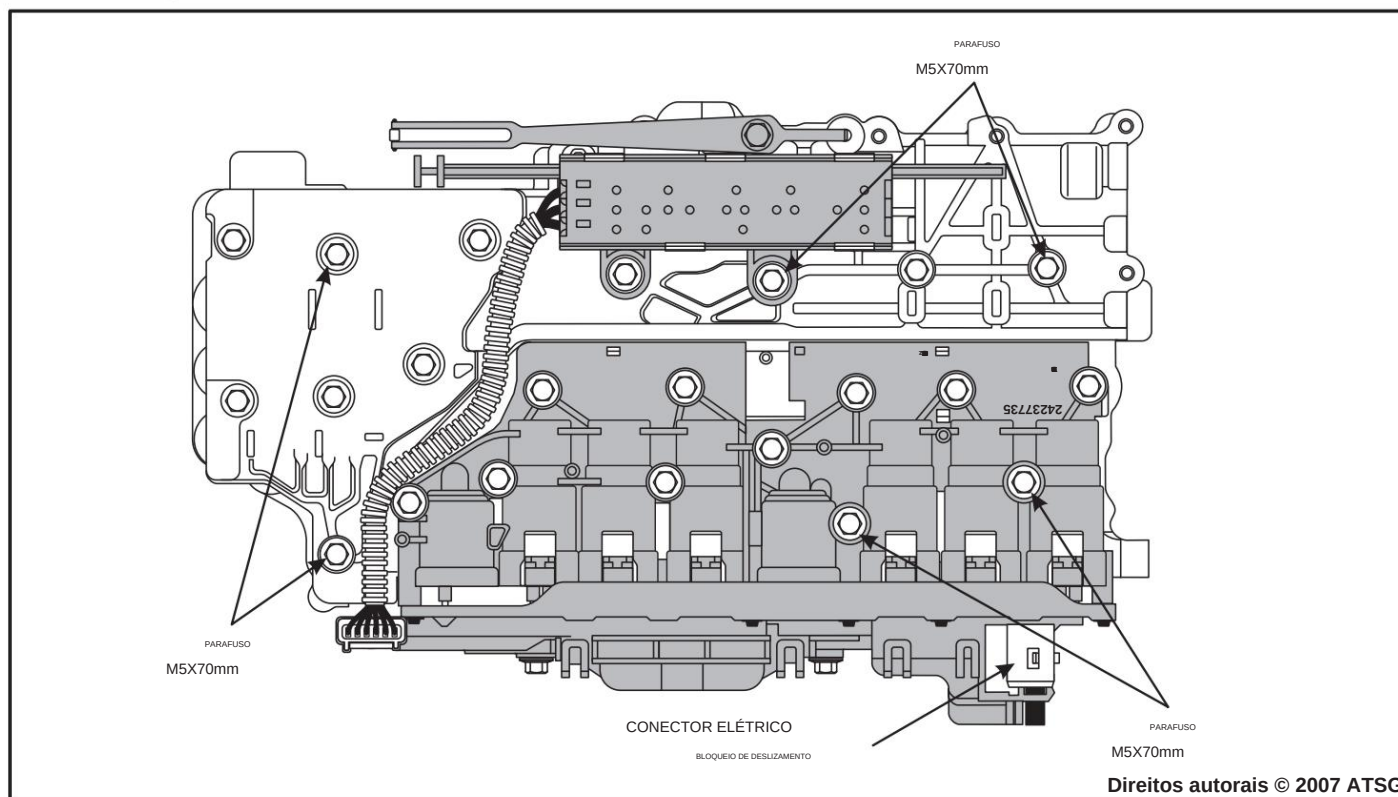

Figura 41
12. Não remova todos os parafusos do conjunto do corpo da válvula. Remova apenas os parafusos indicados na Figura 41.